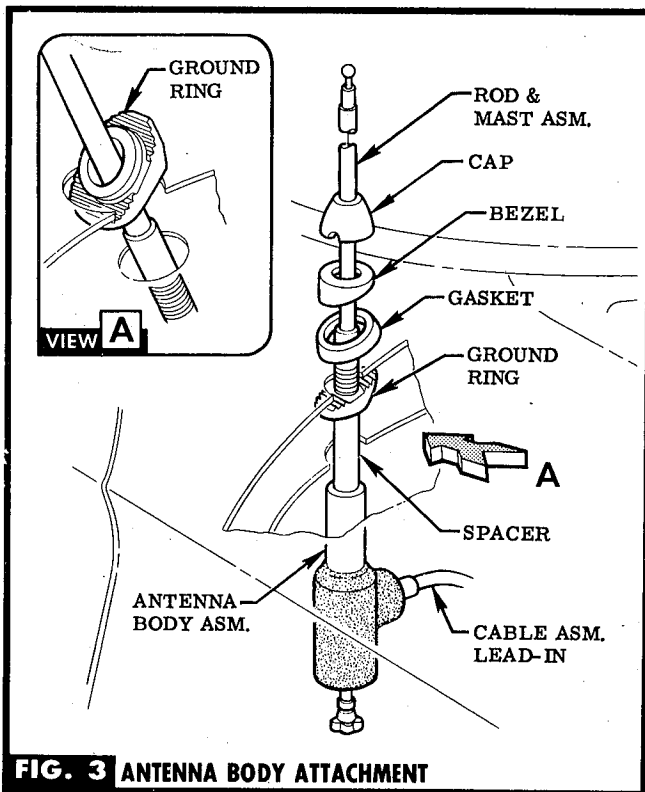

FIG. 3 ANTENNA BODY ATTACHMENT
STEP 6 DROP GROUND RING ONTO MAST & PASS IT THRU FENDER ONTO THE ANTENNA BODY. ORIENTATE GROUND RING & CABLE CONNECTOR PARALLEL TO DASH PANEL, THEN PUSH ANTENNA BODY UP INTO PLACE & ASSEMBLE GASKET, BEZEL, & CAP. SCREW CAP DOWN FINGER TIGHT. SEE VIEW A & FIG. 3.